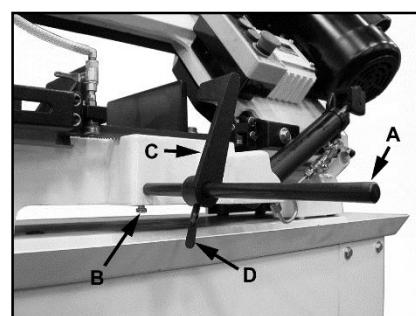

Рис.4
Установите упорный стержень (A, Рис. 4) на станину станка и затяните установочный винт (B).